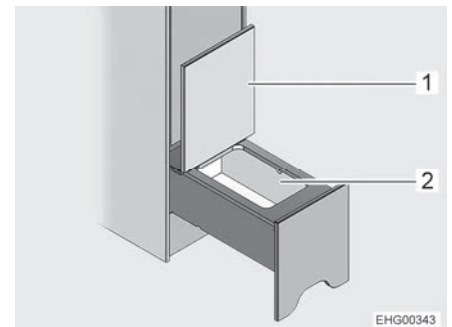

Bild 125 Förvaringsfack
- Fäll upp luckan (Bild 125,1). Förvaringsfacket (Bild 125,2) är tillgängligt.